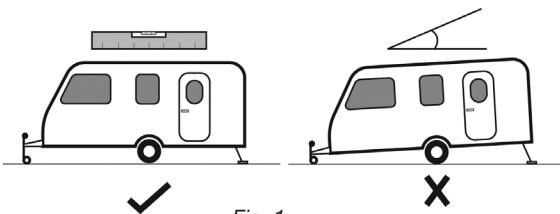

Fig. 1.
- (Fig. 1) Asegúrese de que su caravana, autocaravana o furgoneta se encuentre sobre una superficie plana y esté asegurada.